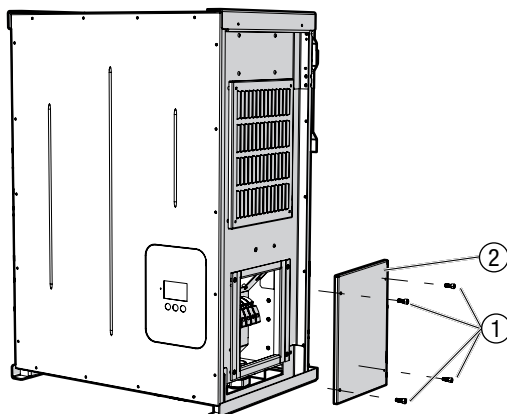

Bild 11 Deckel abnehmen
4. Lösen Sie die M6-Schrauben (Bild 11/Pos. 1) am Deckel.
5. Nehmen Sie den Deckel (Bild 11/Pos. 2) ab.